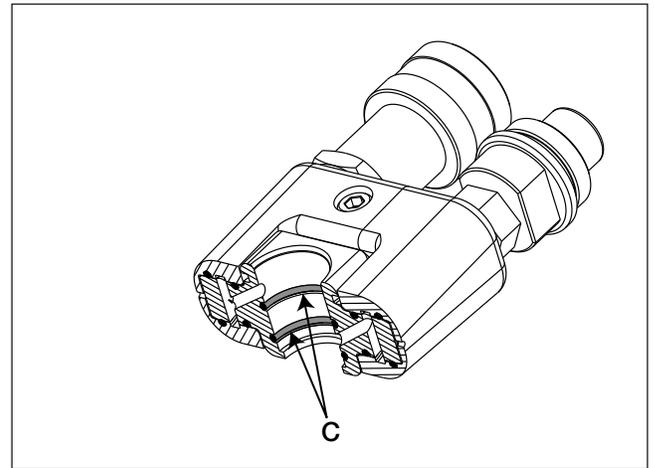

图 3 O 型密封圈的安装 — 旋转接头油路阀块
6. 在旋转接头油路阀块的凹槽中装上套件中的两个新的 O 型密封圈 (C)。安装前请在 O 型密封圈上涂抹硅脂。涂抹位置请参见图 3。
7. 安装后,再次在所有 O 型密封圈上涂上少许硅脂。然后,将新的 TSP 旋转接头总成 (B) 小心滑至旋转接头杆 (F) 上。
8. 在旋转接头杆 (F) 上装上套件中的新的卡簧固定圈 (A)。